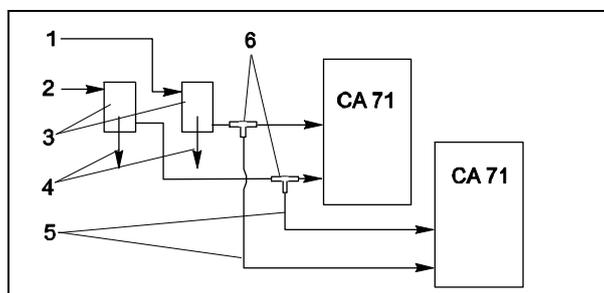

Рис. 14: Пример установки
- Расстояние между анализаторами минимально возможно: длина линии пробоотбора между Т-образным участком и вторым анализатором (рис. 14, позиция 5) составляет менее 1.5 м